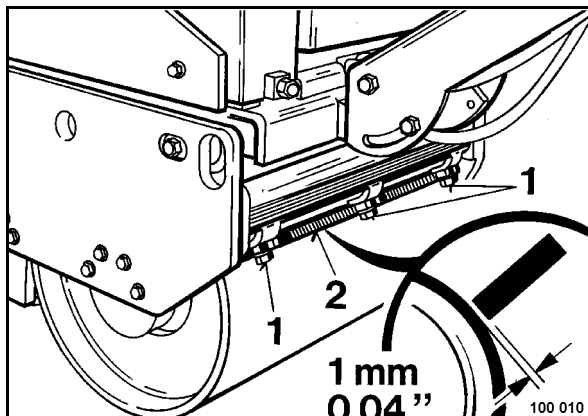

Fig. 88
- Soltar los tres tornillos hexagonales 1 (Fig. 88) en las sujeciones.
- Alinear los rascadores (2) paralelamente hacia el rodillo con una distancia de aprox. 1 mm.